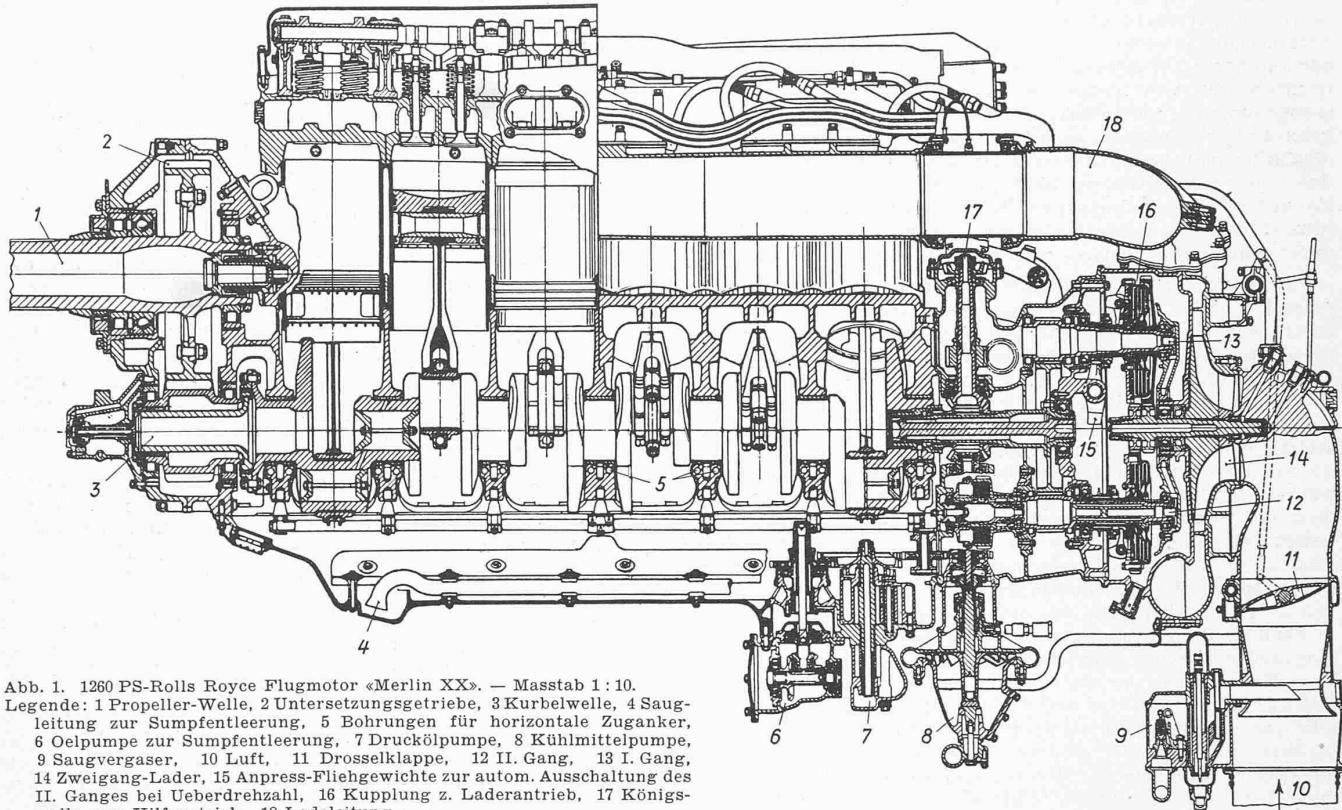
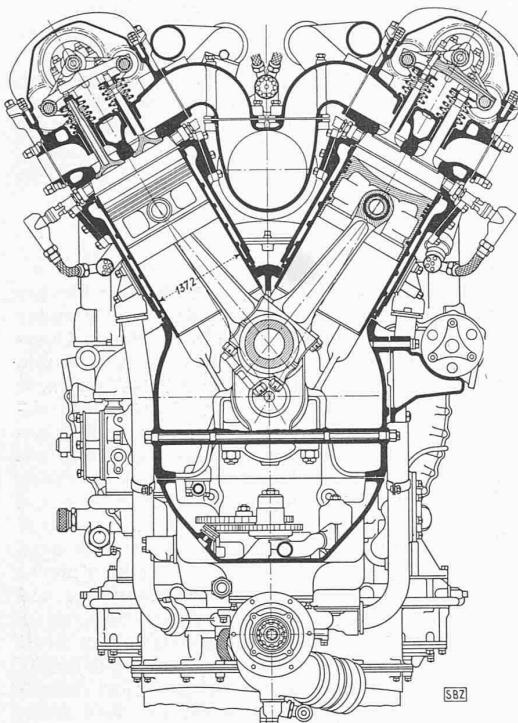
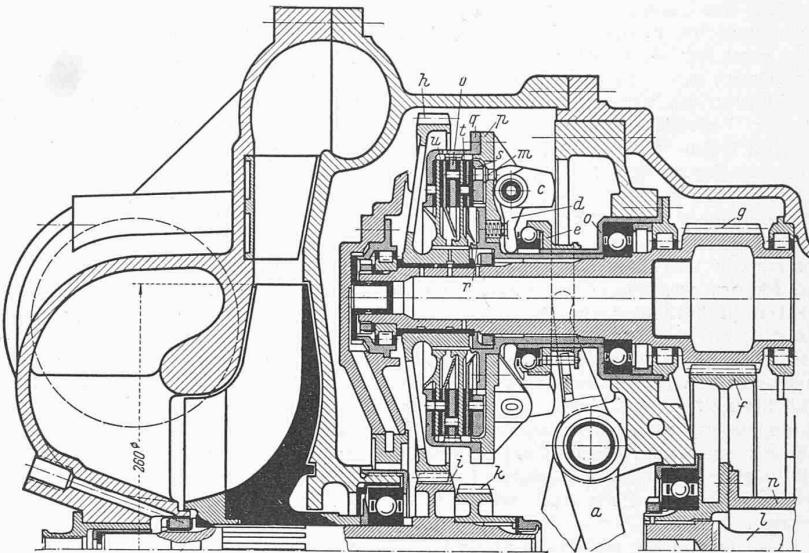

Abb. 1. 1260 PS-Rolls Royce Flugmotor «Merlin XX». — Maßstab 1:10.
Abb. 2. Querschnitt 1:10 (Umzeichnung der SBZ)
Abb. 3. Zweigang-Schaltkupplung, Masstab 3:10. (Nach Z.VDI, Bd. 85, Nr. 51/52)
Der Motor (Abb. 1 und 2) ist flüssigkeitsgekühlt, mit Gebläse, und besteht aus zwei Zylinderreihen in V-Anordnung zu je sechs Zylindern, Gabelwinkel 60°1). Jeder Zylinderblock ist in einem Stück aus RR 53 gegossen, einer Aluminium-Legierung, die von der Firma selbst entwickelt wurde. Der Block umfasst den eigentlichen Zylinderblock sowie den Kopf und damit die Kühlräume, nasse Zylinderbüchsen aus einem hochwertigen Stahl mit 0,61% C, 0,18% Si, 0,81% Mn, 0,1% Ni, 0,1% Mo und einer Kernfestigkeit von 115 kg/mm2. Sie besitzen die notwendigen Dichtungen, die ein Ausblasen des Verbrennungsdruckes in die Kühlräume, sowie ein Eindringen der Kühlflüssigkeit in das Kurbelgehäuse verhindern. 14 lange Bolzen als Zuganker befestigen den Block auf dem Kurbelgehäuse und übertragen auf diese Weise den Verbrennungsdruck zu den Lagerstellen, entlasten daher das Gehäuse von diesen Kräften. Zwei Einlass- und zwei Auslassventile pro Zylinder werden durch eine obenliegende Steuerwelle pro Block mittels Kipphebel betätigt. Die Ventile sind axial angeordnet, d. h. alle Einlassventile sind innen, die Auslassventile aussen, wie aus den Abbildungen ersichtlich ist. Jedes Ventil besitzt zwei konzentrische Ventilfedern. Der verwendete Federstahl hat folgende Eigenschaften: 0,42% C, 0,21% Si, 0,74% Mn, 1,38% Cr, 0,21% V, Festigkeit 145 kg/mm2, Durchmesser des Drahtes 4,4 mm.
1) Abb. 1 musste nach englischer Unterlage cliciert werden, da sich eine fehlerlose Umzeichnung als unmöglich erwies, im Gegensatz zu Abb. 2. Red.
Der Lader ist als Zweiganglader ausgebildet. Ein einstufiges Radialgebläse mit Saugvergaser drückt das Gemisch durch eine zentrale Leitung zwischen den Zylinderreihen in die Einsaugkanäle. Die beiden Gänge werden durch hydraulisch betätigten Kupplungen eingerückt. Ob ihr Einschalten automatisch in Abhängigkeit von der Flughöhe durch Druckdosen wie beim Jumo 211 oder willkürlich durch den Piloten erfolgt, ist nicht bekannt. Der Läufer in Aluminium-Legierung ist aus einem Stück im Gesenk geschmiedet. Die maximale Betriebsdrehzahl beträgt 29 000 U/min. Abb. 3 zeigt, als Ergänzung zu Abb. 1, einen Schnitt durch den Lader.